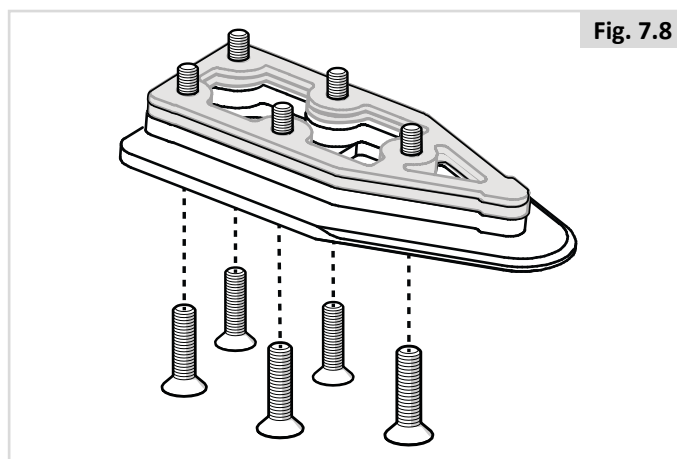

Fig. 7.8
3. Skub de fem skruer gennem låsepladen, det obligatoriske afstandsstykke på 8 mm og de valgte (valgfri) afstandsstykker (grå på billedet) (Fig. 7.8).